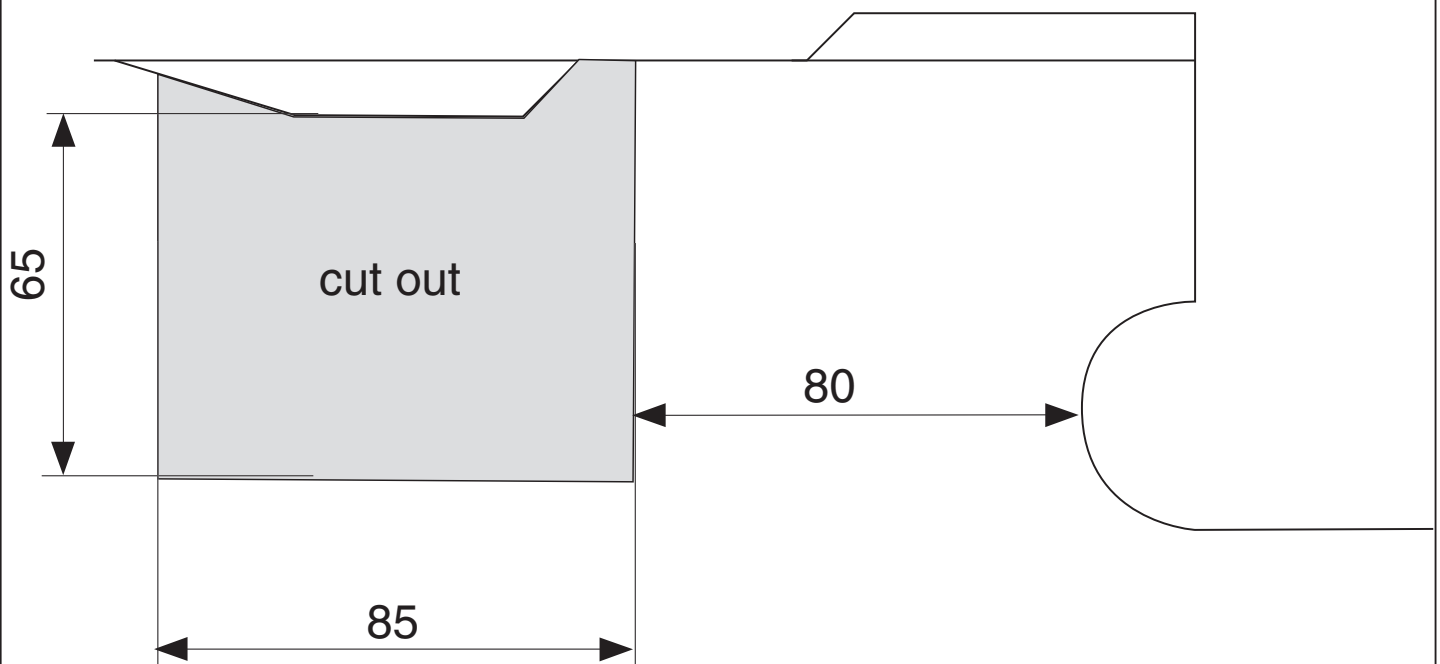

Fig.2
6. Saw a section out of the middle of the underside of the plastic protective container as shown in fig 2.
7. Saw a section out of the middle of the underside of the plastic protective container as shown in fig 2.
7. Auf der Unterseite der Kunststoff-Schutzablage einen Teil aus der Mitte gemäß Abbildung 2 heraus schneiden.
6. Auf der Unterseite der Kunststoff-Schutzablage einen Teil aus der Mitte gemäß Abbildung 2 herausschneiden.
7. Scier au centre de la baquet de protection en plastique une partie correspondant à la figure 2.
6. Выпилить часть из пластмассового защитного колпака в середине снизу, как указано на рис. 2.